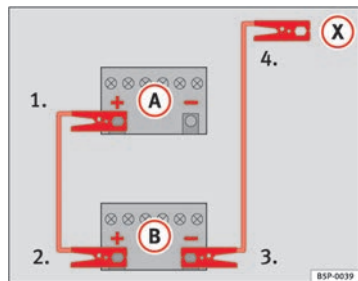

Fig. 180 Esquema de conexión de los cables de emergencia
En la ⇒ fig. 180 (A) representa a la batería sin carga y (B) a la batería con carga.
1. Emborne un extremo del cable de emergencia rojo al polo positivo ⇒ fig. 180 (+) del vehículo con la batería descargada ⇒ ⚠.
4. Emborne el otro extremo del cable negro de emergencia (X) a una pieza de metal maciza unida al bloque motor o al mismo bloque motor del vehículo con la batería descargada, lo más alejado posible de la batería ⇒ ⚠.